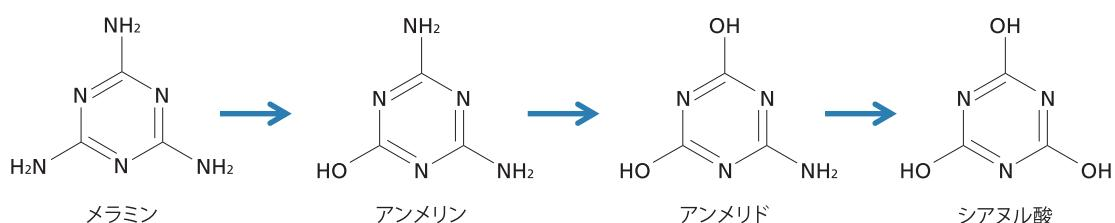

図1 メラミンの代謝経路
具体的な水処理業界におけるLC活用事例をご紹介します。紙面の都合上、③のケースのみですが、メラミンを含む排水の生物処理検討時に用いる分析の事例を紹介します。図1に示したように、メラミンは、アンメリン、アンメリドを経由してシアヌル酸まで分解することが知られています。単一の微生物がメラミンからシアヌル酸まで分解する事例も報告されていますが、一般にはシアヌル酸は、メラミンを分解する微生物とは別の微生物系により分解するケースが多く、メラミンを分解するとシアヌル酸が蓄積する傾向が認められる場合があります。生物処理は、通常は混合微生物系なので、様々な種類の微生物の働きをうまく組み合わせるように、生物処理の条件を整えることで、シアヌル酸を蓄積することなく、メラミンを処理することができます。